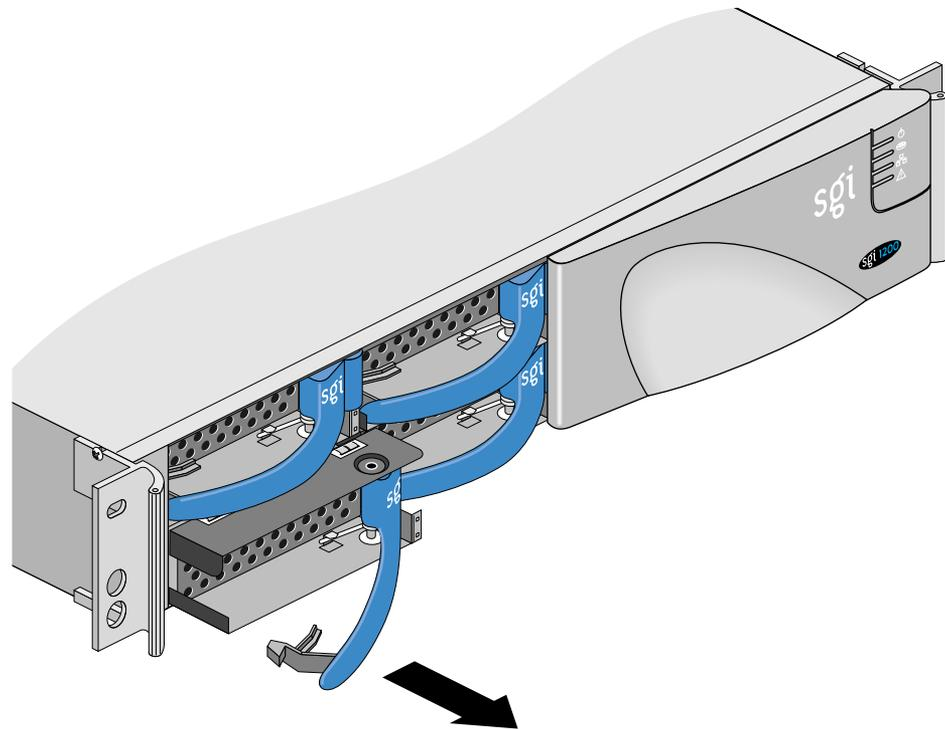

Figura 4-4 Rimuovere il disco fisso
3. Fare scorrere il disco fisso verso l'esterno, vedere la Figura 4-4.